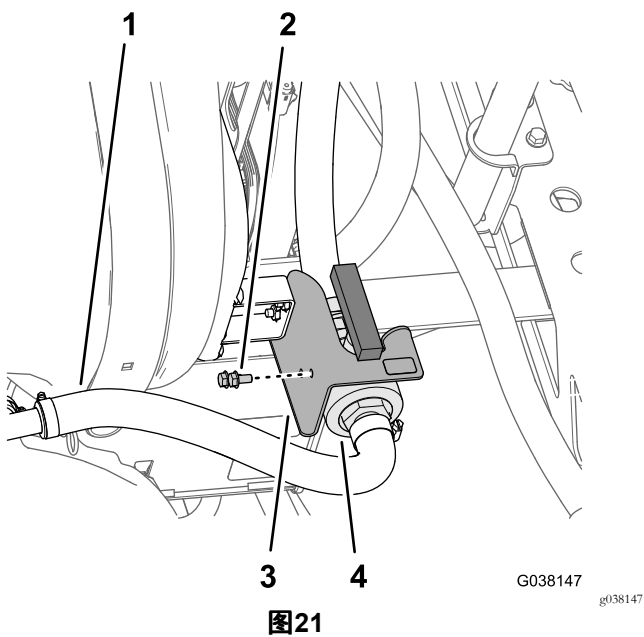

图21
1. 卸下将搅拌节流阀固定至节流阀支架上的 2 个凸缘头螺栓 5/16 x 5/8 英寸 图21。